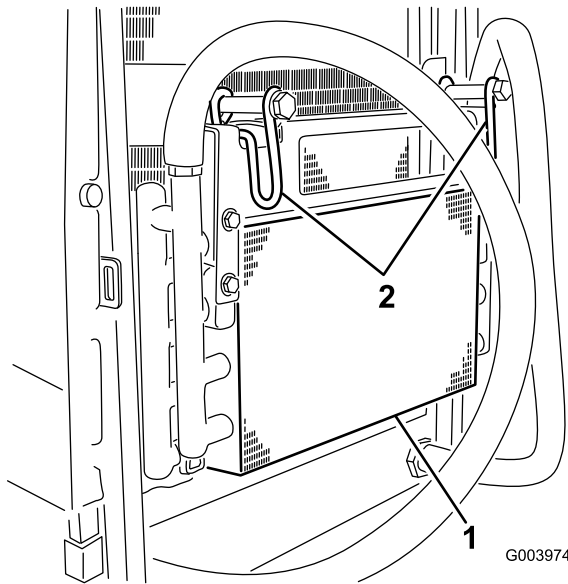

Figure 71
5. Pivotez les verrous vers l'intérieur pour dégager le refroidisseur d'huile (Figure 71).